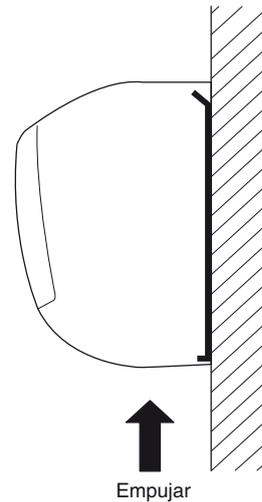

Fig. 3-33
- (3) Presione las 2 △ marcas de la parte inferior de la unidad interior y desenganche las lengüetas. A continuación, levante la unidad interior y proceda a su desinstalación. (Fig. 3-33)